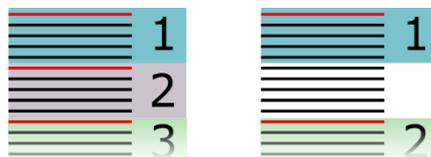

Abbildung 21: Scan Step
1. Scan Step erhöhen: Wird Scan Step z.B. auf 8 gesetzt, so wird die Hälfte der Daten bei der Auswertung aussortiert. Abbildung 21 veranschaulicht dies. Die eingefärbten Bereiche werden mit dem 4-Bild-Verfahren verarbeitet, die schwarzen Balken stellen die aufgenommenen Bilder dar, die roten diejenigen, welche mit „Scan Step“ erreicht werden. Für „Scan Step“ > 4 werden somit aufgenommene Bilder nicht verarbeitet und die ausgewertete Datenmenge reduziert sich. Allerdings auch die axiale Auflösung.